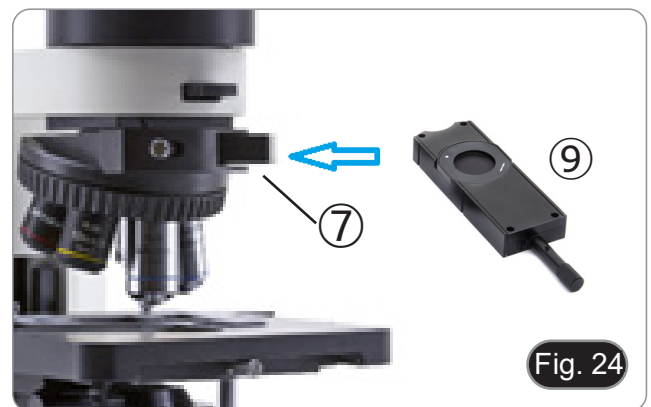

Fig. 24
6. Une fois la gradation maximale trouvée, retirez le curseur du revolver, retirez l'analyseur de le curseur vide et insérez-le dans le prisme DIC. Insérez maintenant le curseur DIC ⑨ dans la fente ⑦. (Fig. 24)